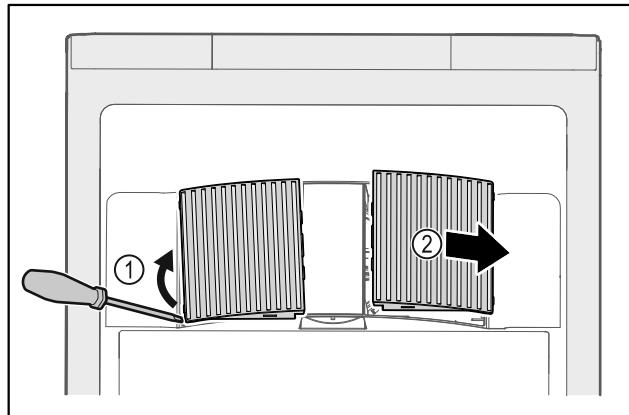

Fig. 228
- Ventiliatoriaus uždangalus atsargiai nukelkite iš šono Fig. 228 (1) ir nuimkite į priekį Fig. 228 (2).